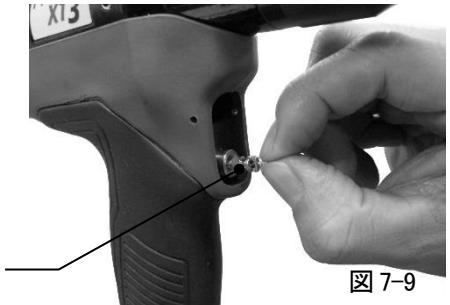

図 7-9
- シュレイダーバルブを交換し、トリガーバルブエキストラクターにて時計方向に廻し、締め込んでください。 (図 7-9)